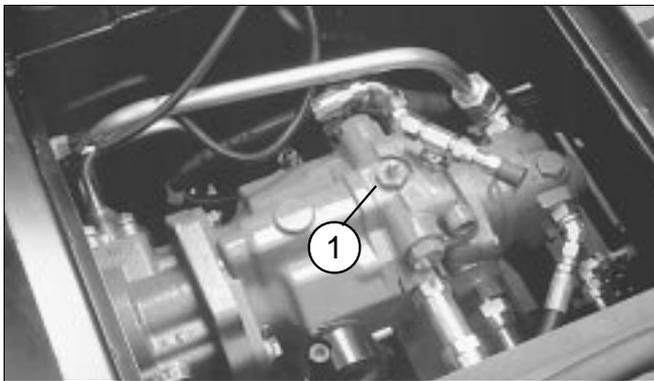

図 19
3. バイパスバルブ（図19）を90°回すと、トラクションポンプ内のバイパス回路が開き、油圧機器を損傷することなく移動できるようになる。